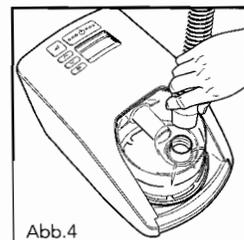
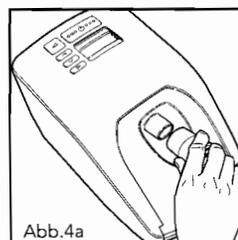

Abb.4
Abb.4a
4. Das eine Ende des Schlauches hat einen weißen Konnektor. Setzen Sie diesen Konnektor auf die Kammer. (Abb. 4) auf CPAP Anschluß (Abb.4a).